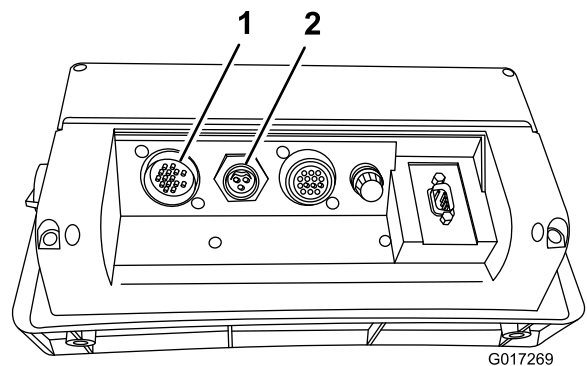

Figure 3
- Branchez les câbles dans les entrées correspondantes à l'arrière de l'ordinateur de console (Figure 3) et fixez-les en tournant les bagues de verrouillage.